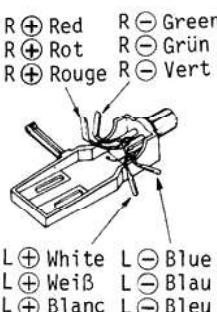

Fig. 4 Abb. 4
- (1) Fix the tonearm firmly to the arm rest.
- (2) Remove the balance weight, platter mat and platter, and pack them separately.
8. Connection of lead wires to the cartridge (Fig. 4)
- (1) Den Tonarm richtig an der Tonarmstütze sichern.
- (2) Das Gegengewicht, den Plattentellerbelag und den Plattenteller abnehmen und separat verpacken.
8. Anschluß der Tonleiter an den Tonabnehmer (Abb. 4)**Français**
- (1) Bloquer correctement le bras de lecture sur son repose-bras.
- (2) Retirer le contrepoids du tube, le plateau en caoutchouc et le plateau de lecture et emballer ces éléments séparément.
8. Brancher les fils de liaison de la cellule (Fig. 4)